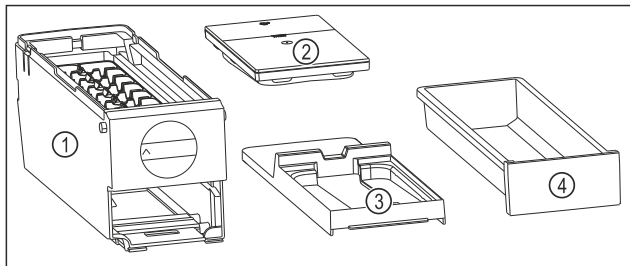

Fig. 143 Dele af EasyTwist-Ice
- EasyTwist-Ice er adskilt i fire dele. (se Fig. 143)
- EasyTwist-Ice må kun adskilles i de afbildede dele. (se Fig. 143)
- Rengør EasyTwist-Ice-legemet Fig. 143 (1) som en helhed.